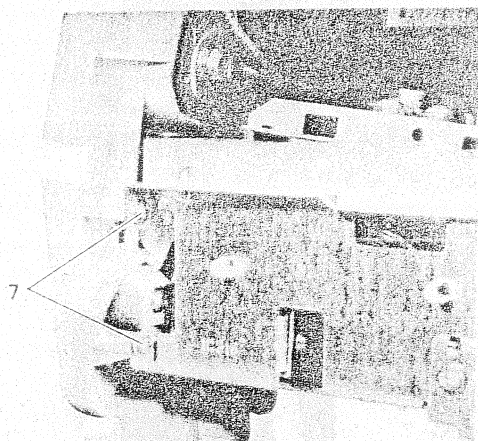
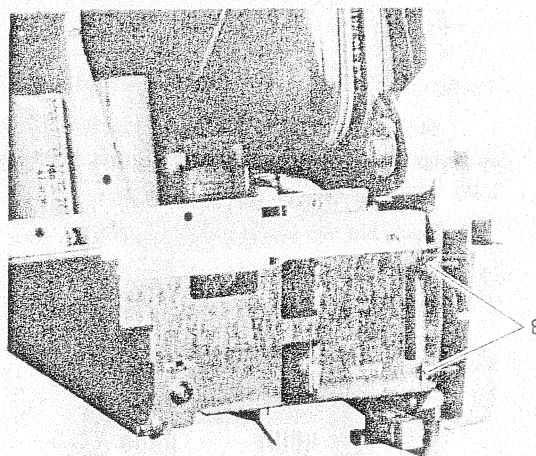

Abb. 6
Abb. 7
- (1) Zwei Schrauben (Pos.7), wie in Abbildung 6 beschrieben, und zwei Schrauben (Pos.8), wie in Abbildung 7 beschrieben, aus der Frontverkleidung lösen.